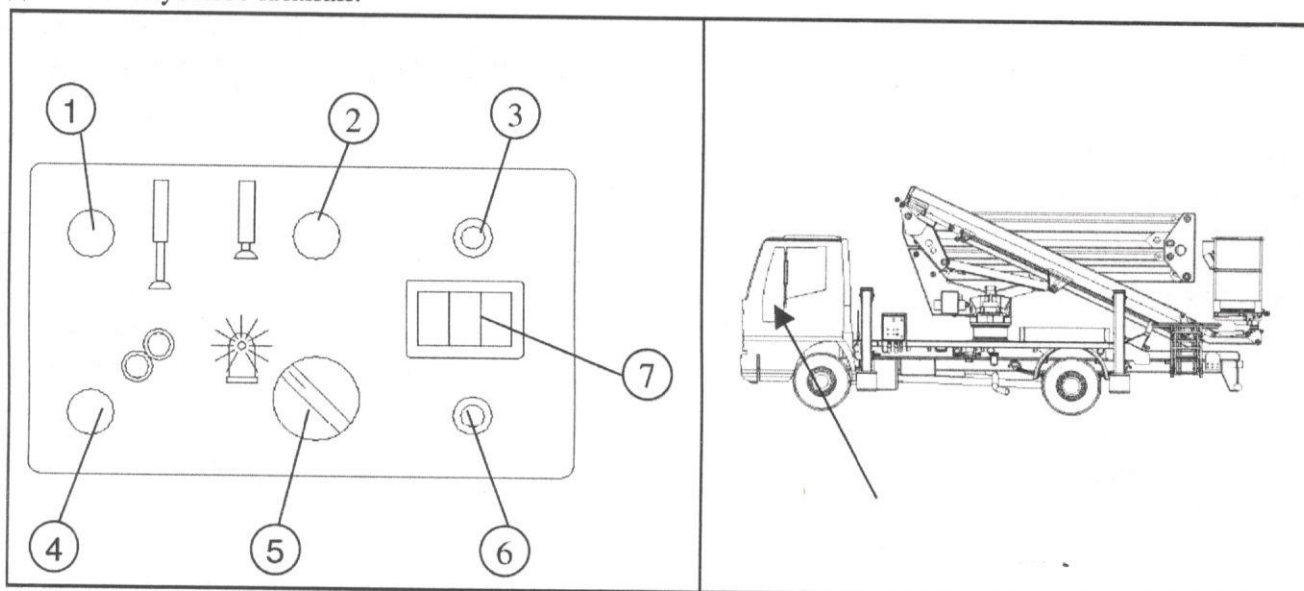

Рисунок 14.
- Поверните ключ в положение «управление выносные опоры» (позиция 6, рис.14).
- Зажжется лампа питания (позиция 5, рис.14)